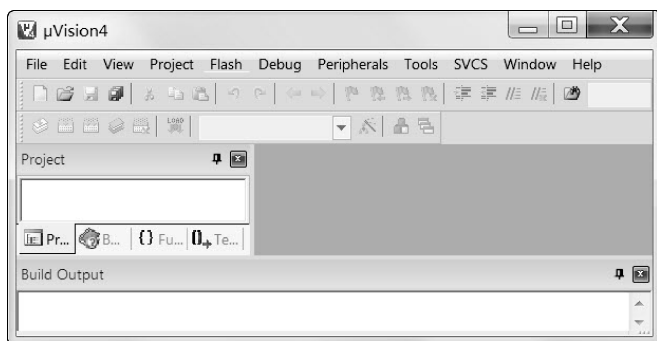

图 1-37 Keil μVision 4 软件界面
① 打开 Keil μ Vision 4 软件, 如图 1-37 所示。